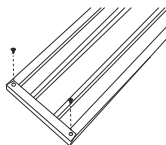

Figure 1
1. Placez le banc à l'envers sur une surface plane. Installez les embouts en métal à chaque extrémité de la planche. Les trous prépercés des embouts doivent être orientés vers le haut. Utilisez la perceuse électrique et deux vis autotaraudeuses pour fixer chaque embout à chaque extrémité de la planche. (Voir Figure 1)